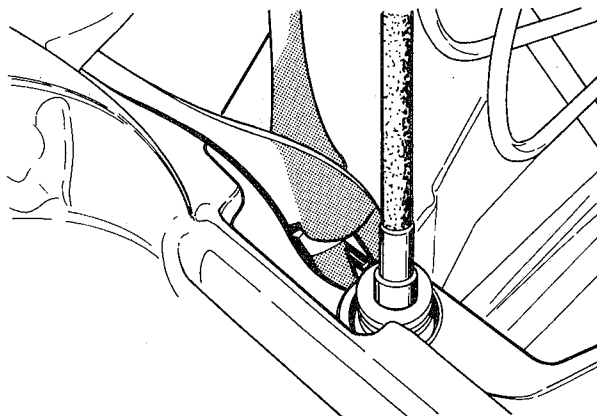

fig. 34
1. Com o auxílio de um alicate, remover a trava do mancal do pinhão do velocímetro (fig. 34)